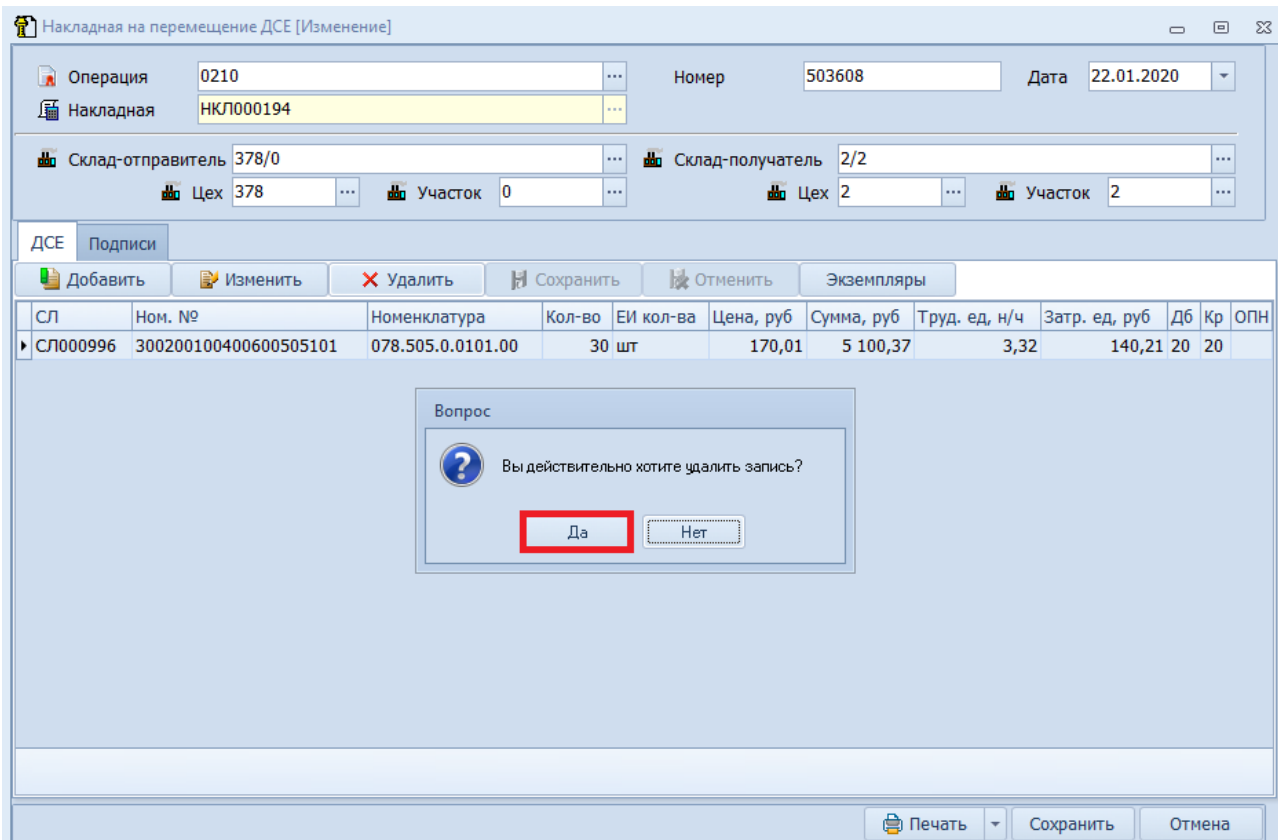

Рисунок 33.Пример выбора ответа в диалоговом окне "Вопрос"
3. На вопрос «**Вы действительно хотите удалить запись?**» в диалоговом окне «**Вопрос**» — ответить утвердительно **Да** (рис. 33).